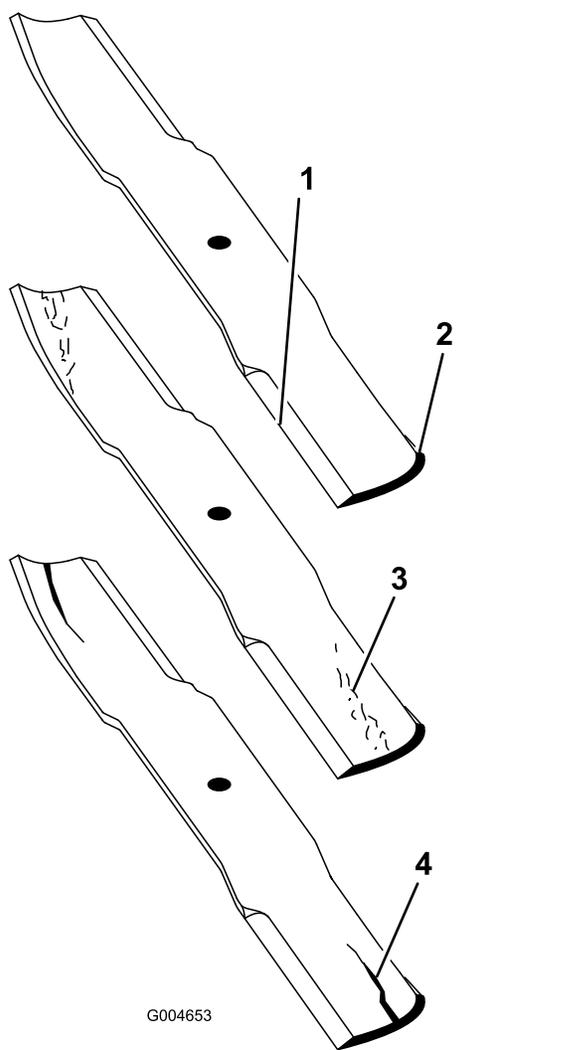

Figura 89
2. Verificate accuratamente i taglienti, con particolare attenzione ai punti d'incontro delle sezioni piatta e curva della lama (Figura 89).
Nota: Sabbia e materiali abrasivi possono consumare il metallo che connette le sezioni piatta e curva della lama, per cui si consiglia di controllare la lama prima di usare il tosaerba. Se notate dell'usura (Figura 89), sostituite la lama.